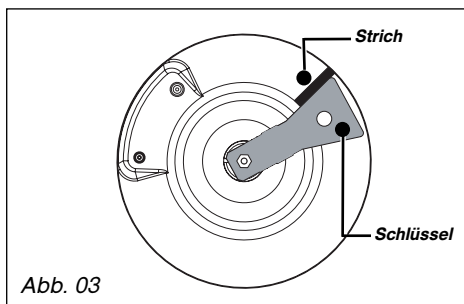

Abb. 03
In einer vorhandenen Installation kann ein Schlauch mit Rohrschellen (gemäß der Norm XP D 36-110) mit einer Lebensdauer von 5 Jahren verwendet werden. In diesem Fall muss ein Schlauchstutzen verwendet werden und ein Dichtring zwischen Schlauchstutzen und Rohrbogen des Kochfelds eingesetzt werden (Abb. 03).
– Den Schlüssel im Uhrzeigersinn **drehen**, bis dieser Strich auf der anderen Seite erscheint (Abb. 03).